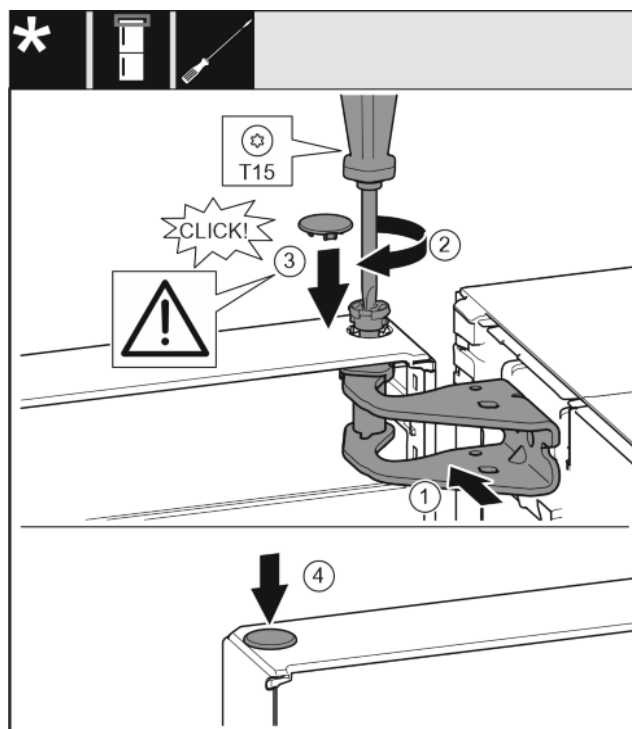

Fig. 17
- ▶ Allineare la porta in alto all'apertura nel blocco di supporto. Fig. 17 (1)
- ▶ Inserire i perni e serrare con il cacciavite T15. Fig. 17 (2)
- ▶ Montare la copertura di protezione della porta: inserire la copertura di protezione e controllare se appoggia sulla porta. Altrimenti inserire completamente il perno. Fig. 17 (3)
- ▶ Inserire i tappi. Fig. 17 (4)